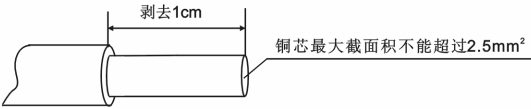

图 2-5 电源线的处理要求
为提高仪表的安全性，建议用户在安装前对电源线进行如图 2-5 所示的处理。
- 步骤 1：如图 2-5 所示，用剥线钳将绝缘三芯电源线端头塑料护套剥去 1cm 左右，然后按同一个方向将电源线内部铜芯拧成一股后进行接线。